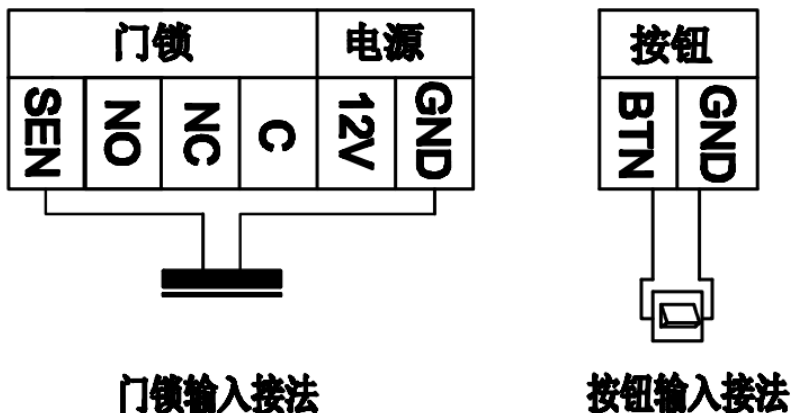

图 5: 门磁、开门按钮接线示意图
**门磁:** 门磁开关是用于监测门开关状态的一种设备。门磁的功能可以简单地比作一个按钮或一个开关。门磁由二部分组成, 当这二部分合在一起时, 这二个部分在电性能上是导通的, 当门磁的二部分分开时, 这二部分在电性能上是断开的。门磁通常一部分固定在门上, 另外一部分固定在门框上, 当门进行开关时, 控制器通过监测门磁的导通与断开状态, 则可判断门的开或关状态。控制器上 SEN-GND 为门磁接口, 控制器门磁的接线见图 5。
**按钮:** 控制器上 BTN-GND 为按钮输入接口, 出门按钮采用“点触式”按钮, “点触式”按钮按下去后, 松开能自动弹起来, 控制器按钮接线见图 5。